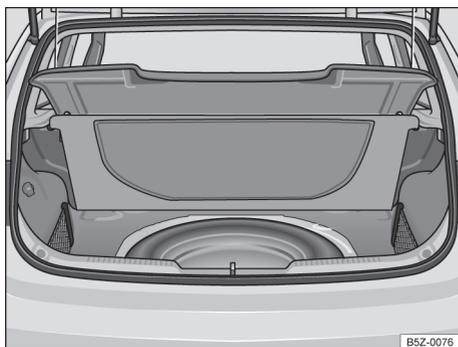

Fig. 117 No compartimento de bagagem embaixo do revestimento do assoalho: roda de emergência e ferramentas de bordo.
As ferramentas de bordo e a roda de emergência estão localizadas no compartimento de bagagem, sob o revestimento do assoalho → Fig. 117.
- Levantar o revestimento do compartimento de bagagem → Fig. 117.